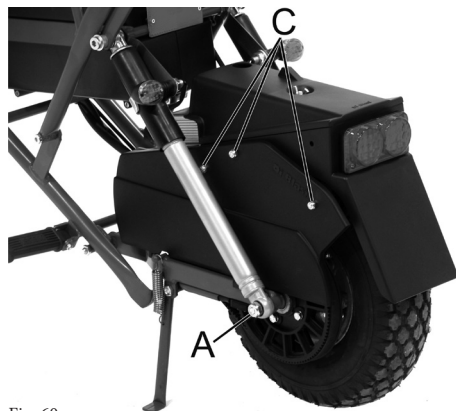

Fig. 60
6.1 Ruota posteriore (Fig. 60+61+62)
6.1 Rear wheel (Fig 60+61+62)**6.1.1 Disassembling**
- Unscrew the nut (A) from the wheel axle (B);
- Unscrew the three nuts (C) which fasten the belt guard and remove the belt guard;
- Loosen the three screws (D) which fasten the motor;
- Remove the belt from the crown wheel (E);
- If it is necessary to replace the brake shoes or the brake shoes holder, loose the cable clamp (F) and remove the cable;
6.1 Hinterrad (Abb. 60+61+62)**6.1.1 Ausbau**
- Mutter (A) an der Radachse (B) lösen.
- Lösen Sie die drei Schrauben (C) des Zahnriemengehäuses und nehmen Sie das Zahnriemengehäuse ab.
- Lösen Sie die drei Schrauben (D) der Motorbefestigung.
- Nehmen Sie den Zahnriemen vom Zahnrad (E) ab.
- Falls ein Austausch der Bremsbacken oder ihrer Halterung erforderlich sein sollte, die Klemme (F) am Kabel lösen und das Kabel herausschrauben.
6.1 Roue arrière (Fig. 60+61+62)**6.1.1 Démontage**
- Dévissez l'écrou (A) de l'essieu (B) de la roue ;
- Dévissez les trois écrous (C) qui fixent le carter de protection de la courroie et enlevez le carter
- Desserrez les trois vis (D) de fixation du moteur ;
- Enlevez la courroie de la couronne crantée (E) ;
- S'il est nécessaire remplacer les patins ou le plateau du frein, desserrez le étai (F) du câble et enlevez le câble ;
6.1 Rueda trasera (Fig. 60+61+62)**6.1.1 Desmontaje**
- Destornille la tuerca (A) del eje (B) de la rueda.
- Destornille las tres tuercas (C) de fijación de la cubierta de la correa y quítela.
- Afloje los tres tornillos (D) de fijación del motor.
- Quite la correa de la corona dentada (E).
- Si deben sustituirse las zapatas del freno o el porta-zapatas, afloje el borne (F) del cable y quite este último.